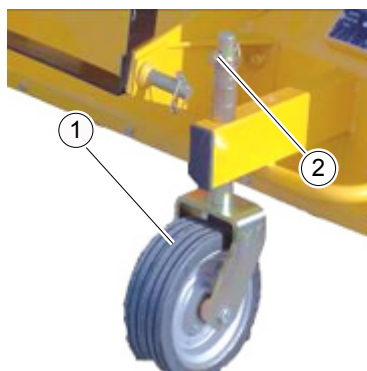

Fig.49
- Avvicinare la ruota (1, "Fig.49") alla staffa predisposta.
- Inserire la ruota e bloccarla con la relativa coppia di sicurezza (2, "Fig.49").
- Bring the wheel (1, "Fig.49") near to the relative bracket.
- Insert the wheel and lock it with the relative safety pin (2, "Fig.49").
- Approcher la roue (1, "Fig.49") à l'étrier predisposée.
- Insérer la roue et la bloquer avec relative goupille de sécurité (2, "Fig.49").
- Halten Sie das Rad (1, "Fig.49") an der Halterung vorbereitet.
- Legen Sie das Rad, und dann mit dem zugehörigen Sicherheitsbolzen (2, "Fig.49").
- Llevar la rueda (1, "Fig.49") al soporte previsto.
- Insertar la rueda y bloquear la misma con el copete de seguridad (2, "Fig.49").